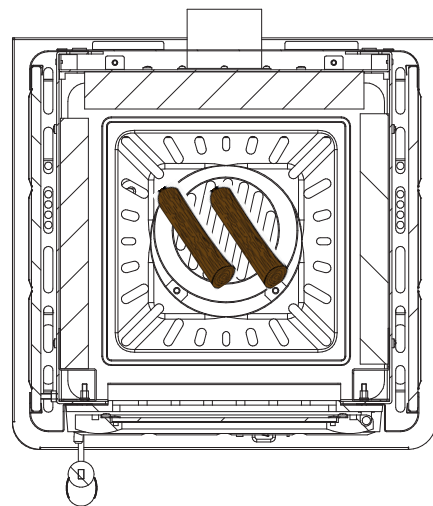

Fig. 7.4
- Ricaricare di combustibile il focolare e, quindi, richiudere la porta fuoco. Per una disposizione ottimale del combustibile all'interno del focolare fare riferimento alla Fig. 7.4.